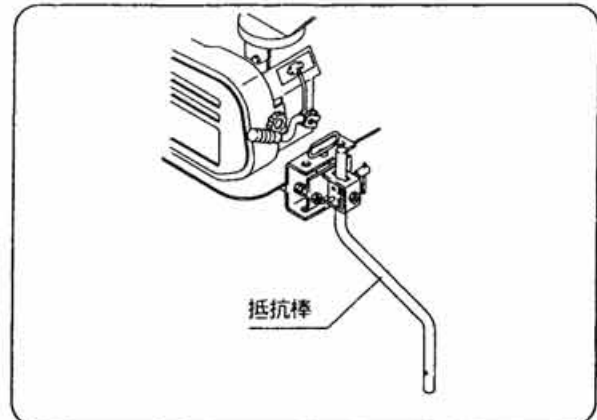

図22
1) 耕す深さの調整方法 (図22・23)
- ① 抵抗棒によりハンドルの高さの調整および進行スピードの調整をおこないます。